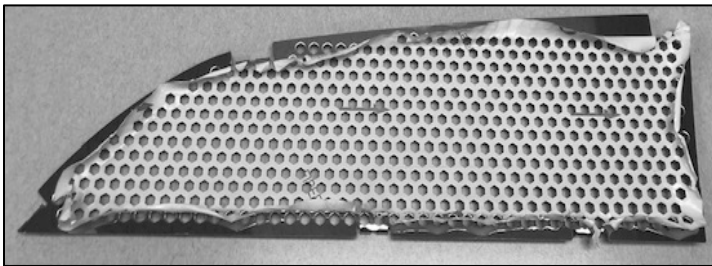

Fig. 1
3. Remover el plástico en los bordes para evitar que se pellizquen (Fig. 1).